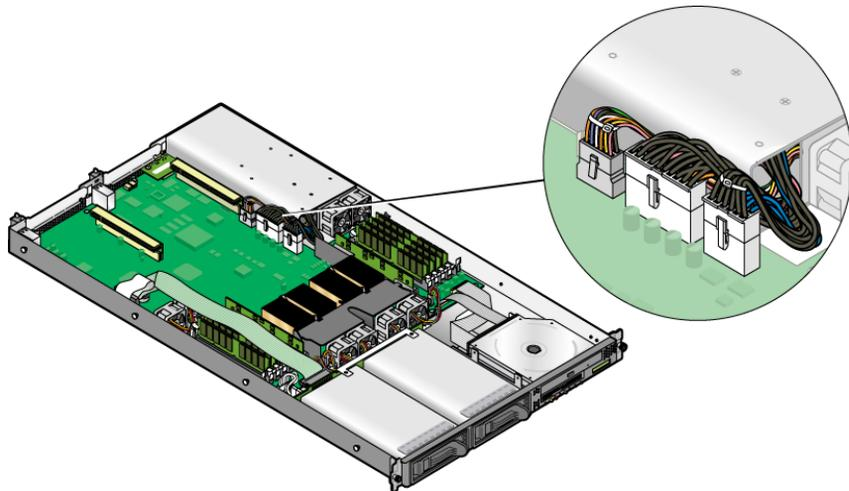

图 3-19 断开电源电缆的连接
3. 从主板上断开三根电源电缆的连接（请参见图 3-19）。